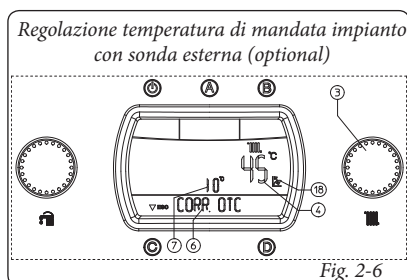

Fig. 2-6
• **Funzione precedenza sanitario.** Mediante la pressione del pulsante "B" si disattiva la funzione precedenza sanitario che è contrassegnata dallo spegnimento sul display (24) del simbolo (15). La funzione disabilitata mantiene l'acqua contenuta nel bollitore alla temperatura di 20°C per 1 ora, dando la precedenza di funzionamento al riscaldamento ambiente.
• **Funzionamento con sonda esterna (Fig. 2-6) optional.** In caso di impianto con la sonda esterna optional la temperatura di mandata della caldaia per il riscaldamento ambiente è gestita dalla sonda esterna in funzione della temperatura esterna misurata (Parag. 1.9 e parag. 3.8 alla voce "TERMOREG"). È possibile modificare la temperatura di mandata da -15°C a +15°C rispetto la curva di regolazione (Fig. 1-8 valore Offset). Questa correzione, attuabile con il selettore (3) si mantiene attiva per qualsiasi temperatura esterna misurata, la modifica della temperatura offset viene visualizzata tramite l'indicatore (7), sull'indicatore (4) viene visualizzata la temperatura di mandata attuale e dopo pochi secondi dalla modifica viene aggiornata con la nuova correzione, sul display compare l'indicazione "CORR OTC" (Fig. 2-6). Ruotando il selettore (3) in senso orario la temperatura aumenta e antiorario diminuisce.